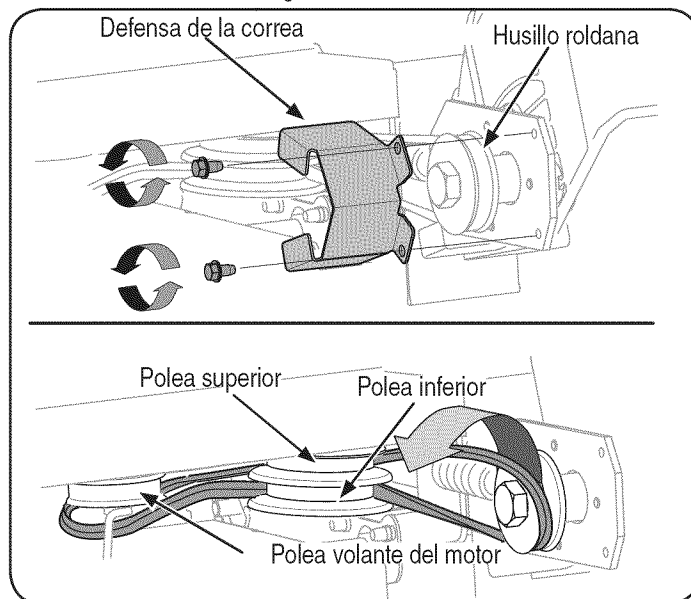

Figura 10
3. Retire la guarda de la correa de las poleas del husillo sacando los dos tornillos autoroscantes que la sujetan al montaje de la placa de la cuchilla. Vea la Figura 10.
4. Cuidadosamente retire la correa de las poleas, verificando una vez más la orientación de la correa. Descarte la correa. Vea la Figura 10.
NOTA: Asegúrese de que el lado "V" de la correa está asentado sobre la polea superior y que el lado plano de la correa está asentado sobre la polea inferior. Vea la Figura 10.